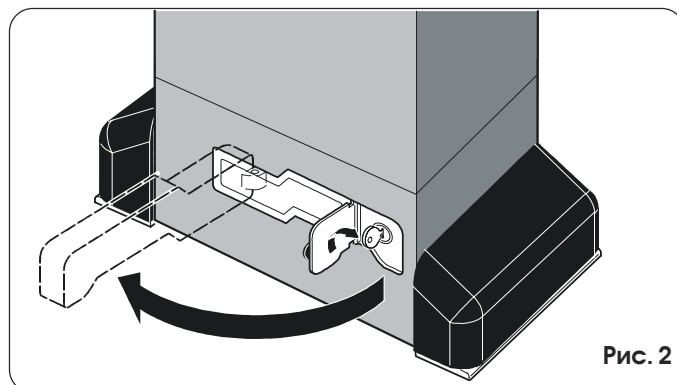

Рис. 2
- 2) Поверните ключ по часовой стрелке и переведите рычаг отпирательного устройства в положение, показанное на рис. 2.